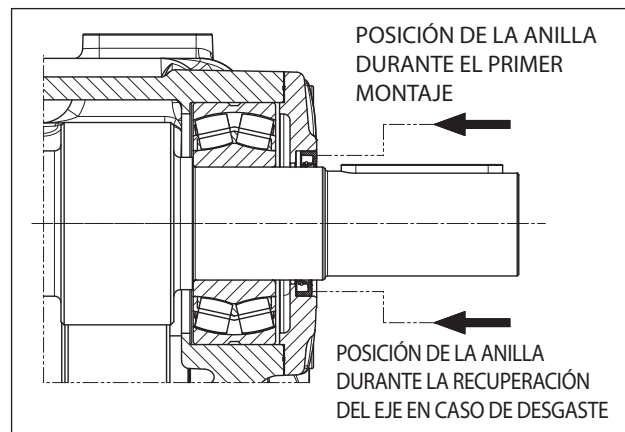
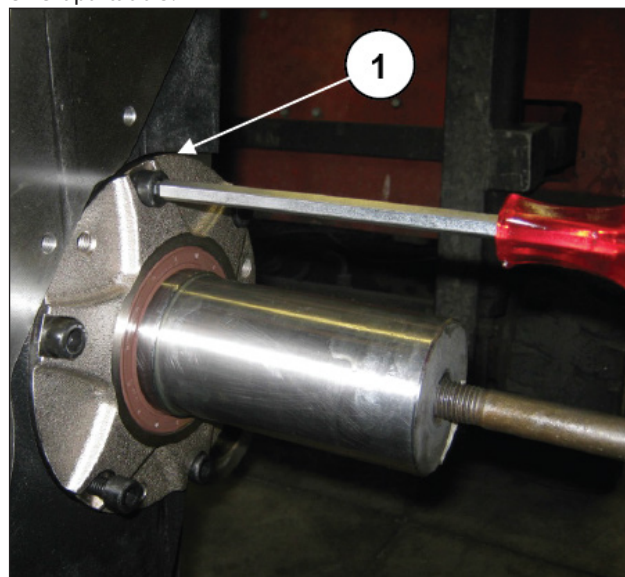

Fig. 118
Fig. 119
Montar la junta y las tapas del cojinete PTO en ambos lados y apretar los tornillos de fijación M10 (pos. ①, Fig. 118 - Fig. 119). Ajustar los tornillos con la llave dinamométrica como se indica en el apartado 3.